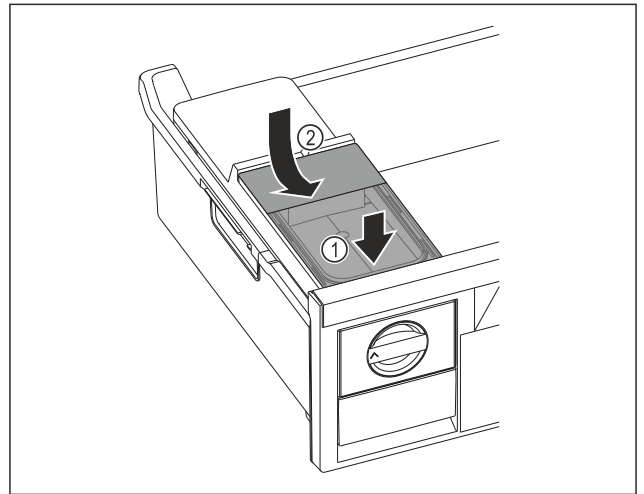

Fig. 68
- ▶ Watertank aan de voorkant plaatsen. Fig. 68 (1)
- ▶ Watertank aan de achterkant laten zakken. Fig. 68 (2)